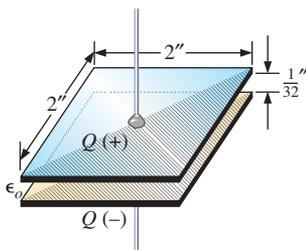

Figura 10.10 Capacitor de ar para o Exemplo 10.3.
Considerando o capacitor na Figura 10.10:
No exemplo a seguir, vamos inserir um dielétrico cerâmico entre as placas do capacitor de ar na Figura 10.10 e ver como ele afeta o nível de capacitância, o campo elétrico e a carga nas placas.
- a) Insira um dielétrico cerâmico com um ϵ_r de 250 entre as placas do capacitor na Figura 10.10. Então, determine o novo nível de capacitância. Compare seus resultados com a solução no Exemplo 10.3.